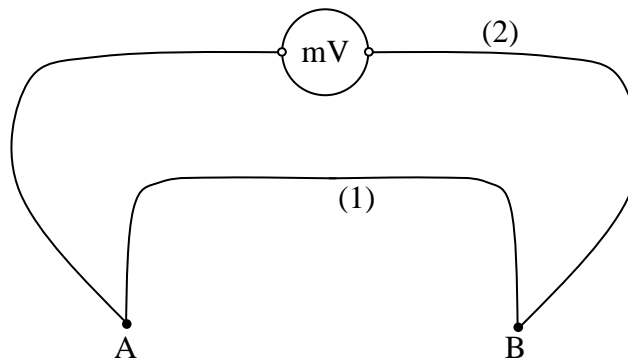

Fig. 1.
Efectul termoelectric sau efectul Seebeck a fost descoperit de fizicianul Thomas Johann Seebeck în anul 1823 și constă în apariția unei tensiuni electromotoare, într-un circuit format din două metale diferite (1) și (2), puse în contact, adică sudate unul de celălalt la cele două capete, când contactele (sudurile) sunt menținute la temperaturi diferite: $T_A \neq T_B$ (Fig. 1).
Într-un circuit închis cu două joncțiuni A și B (Fig. 1), la fiecare contact apare o diferență de potențial de contact, dată de relația (2). Deoarece cele două tensiuni de contact dirijează electronii în sens contrar una alteia, tensiunea electromotoare din circuit este: